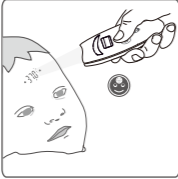
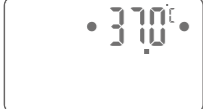

図5
図7 最適な位置
- [顔]ボタンをそのまま押し続けながら、投射されている体温が2個の点(測定距離確認ポイント)の間に表示されるように、本器をおでこ(額部)から遠ざけたり、近づけたりして位置を調整後、[顔]ボタンから速やかに指を離します。(図5、図7参照)
最適な距離になると、2個の点(測定距離確認ポイント)の間に体温が投射表示されます。(図7参照)
- [ホーム]ボタンをそのまま押し続けながら、投射されている温度が2個の点(測定距離確認ポイント)の間に表示されるように本器を被測定物から遠ざけたり、近づけたりして位置を調整後、速やかに[ホーム]ボタンから指を離します。(図7、図10参照)
最適な距離になると、2個の点(測定距離確認ポイント)の間に温度が投射表示されます。(図7参照)
→本器がおでこ(額部)の中心に対して5～6cmの距離で垂直に向いているか確認してください。(図5参照)